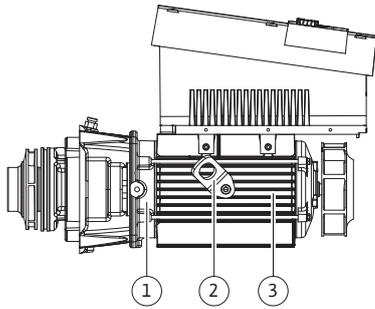

Fig. 13: Conjunto de encaixe
No que diz respeito à montagem, o impulsor (Fig. 6, pos. 6) e a lanterna (Fig. 6, pos. 7) fazem parte do conjunto de encaixe (Fig. 13).
Nesse caso, os olhais de transporte (Fig. 13, pos. 2) são removidos do flange do motor (Fig. 13, pos. 1), deslocados para o corpo do motor e novamente fixados ao corpo do motor (Fig. 13, pos. 3) com os mesmos parafusos.